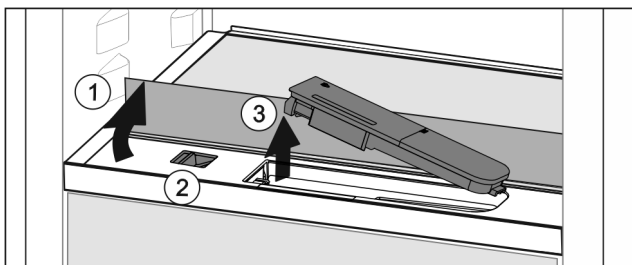

Fig. 119
- ▶ Повдигнете стъклената плоча и я завъртете до ограничителя назад Fig. 119 (1).
- ▶ Преместете плъзгача Fig. 119 (2) наляво.
- ▶ Извадете резервоара за вода Fig. 119 (3).